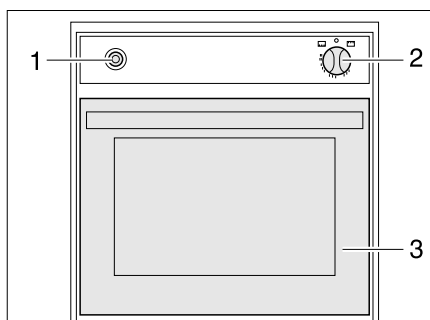

Fig. 324 Horno de gas (Spinflo)
- Abrir completamente la puerta del horno (Fig. 324,3).
- Presionar ligeramente el regulador giratorio (Fig. 324,2) y ponerlo en "horno" o "GRILL" (grill).
- Presionar el regulador giratorio (Fig. 324,2) y mantenerlo presionado por 5 a 10 segundos. El gas fluye al quemador.
- Presionar el interruptor de encendido (Fig. 324,1) tantas veces como sean necesarias para que arda la llama.
- Girar el regulador giratorio (Fig. 324,2) a "O". La llama se apaga.